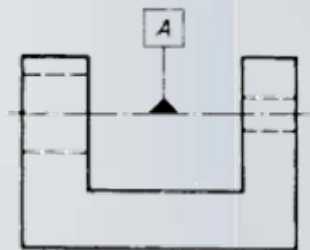

Figura 4.11 Sobre eje
- Sobre el eje, si se refiere al eje o plano de simetría de todos los elementos con eje común (figura 4.11).